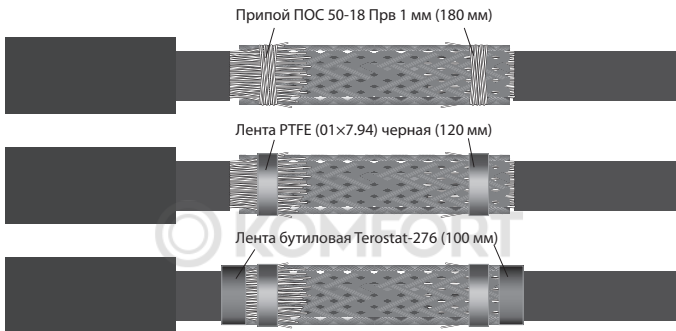

Рис. 8
5.9. Для соединения экранирующих оплеток необходимо расправить их с двух сторон соединения и надеть сверху плетенку медную (поз. 10 состава комплекта). Экранирующие оплетки от кабеля пустить сверху натянутой плетенки и равномерно расправить соединение. На середину этого соединения намотать плотно припой (поз. 8 состава комплекта – рис. 8).
5.10. На обоих концах сверху припой закрыть лентой PTFE (поз. 9 состава комплекта) и прогреть до расплавления феном при температуре на шкале фена 350 °С в течение 1 мин. Ленту снять и проверить качество соединения. Припой должен расплавиться и образовать кольцо вокруг оплеток. Если припой не расплавлен, в отдельных местах операцию повторить, снова намотав ленту на припой (рис. 8). Обмотать край экранирующей оплетки с двух сторон бутиловой лентой (поз. 11 состава комплекта) (рис. 8). На соединение надеть трубку термоусаживаемую (поз. 8 состава комплекта) и усадить при помощи фена (рис. 9).